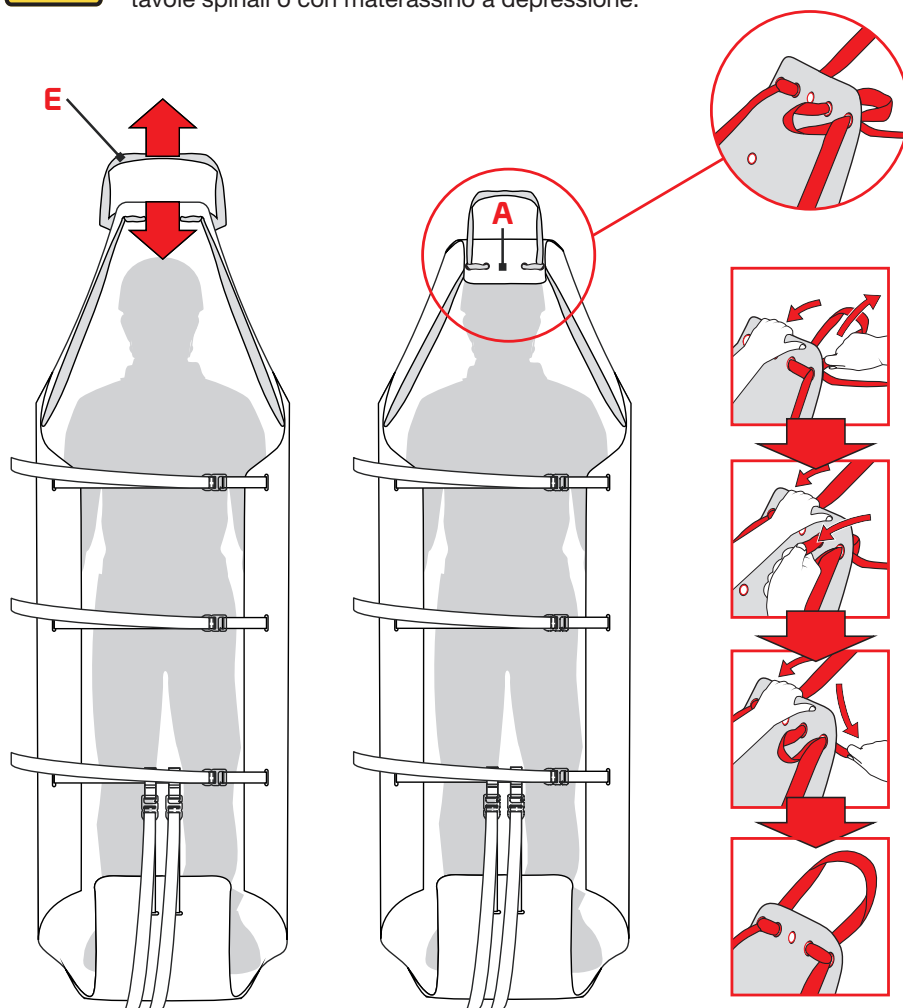

Fig.17
- c) tensionare la fettuccia (E), per sollevare la parte terminale del piano di appoggio (A) di quanto necessario a contenere la testa del paziente, e bloccarla (fig. 17). Evitare il prolungato contatto della cute del paziente con i tessuti del dispositivo.